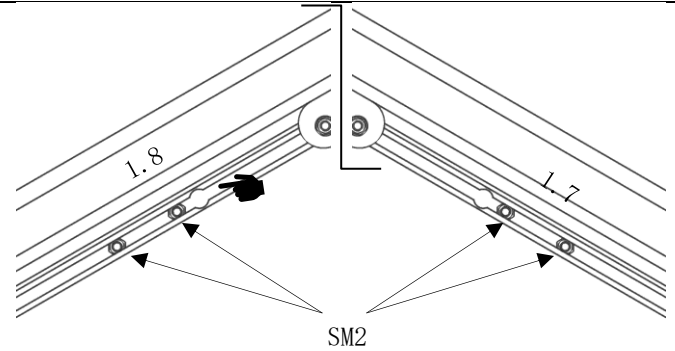

Abb. 19
- den Kopf der Sechskantschrauben (Pos. SM2) in die Montage-Bohrungen der Ortgangprofile (Pos. 1.7/1.8) einführen. (Abb. 19)